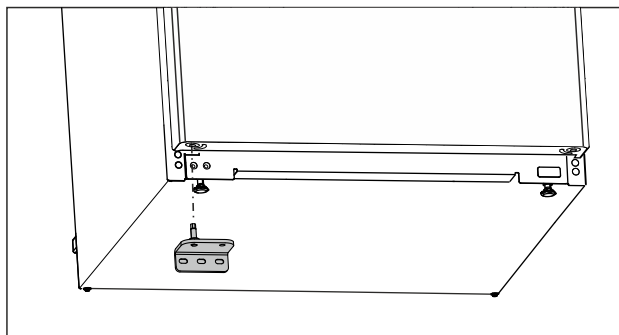

Fig. 20
- Nasadíte ložiskovú konzolu na opačnú stranu. (pozri Fig. 20)